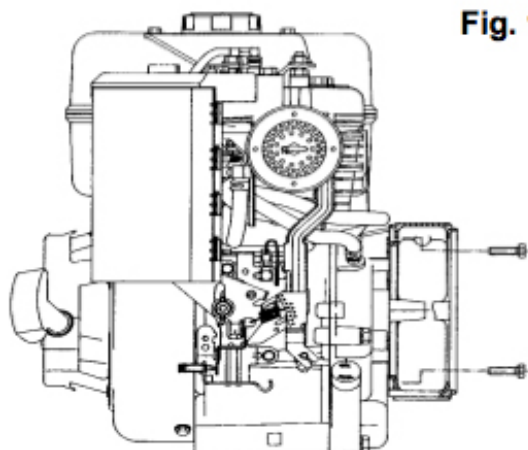

Fig. 1
-) montare il coperchio anteriore sul motore fissandolo con le apposite viti e applicando una coppia di serraggio di $48 \pm 7\%$ Nm se si impiegano viti M10 o $21 \pm 7\%$ Nm nel caso di viti M8 (fig. 1).
-) mount the front cover on the motor, by fixing it with the proper screws and by applying a tightening torque of $48 \pm 7\%$ Nm if M10 screws are used or $21 \pm 7\%$ Nm if M8 screws are used (fig.1).
-) monter le couvercle avant sur le moteur en la fixant avec les vis prévues à cet effet et en appliquant un couple de serrage de $48 \pm 7\%$ Nm si on utilise des vis M10 ou de $21 \pm 7\%$ Nm en cas de vis M8 (fig. 1).
-) den vorderen Deckel auf den Motor setzen und ihn mit Hilfe der entsprechenden Schrauben und einem Anzugsmoment von $48 \pm 7\%$ Nm festziehen, wenn Schrauben M10 verwendet werden, oder aber mit einem Anzugsmoment von $21 \pm 7\%$ Nm bei Verwendung von Schrauben M8 (Abb. 1).
-) monte la tapa anterior encima del motor sujetándola con sus tornillos y aplicando un par de torque de $48 \pm 7\%$ Nm si utiliza tornillos M10, o de $21 \pm 7\%$ Nm si utiliza tornillos M8 (fig. 1).